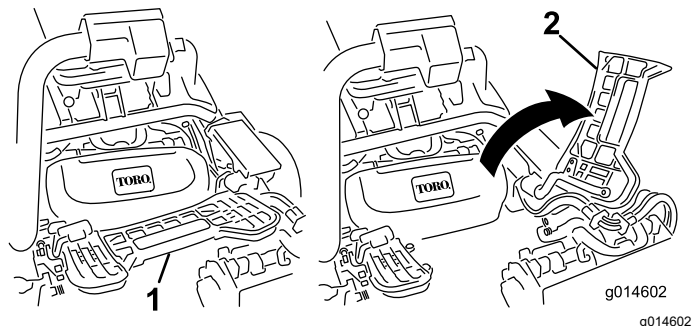

Figura 63
2. Levante el reposapiés y gírelo hacia arriba, para tener acceso a la posición de la unidad de corte central (Figura 63).